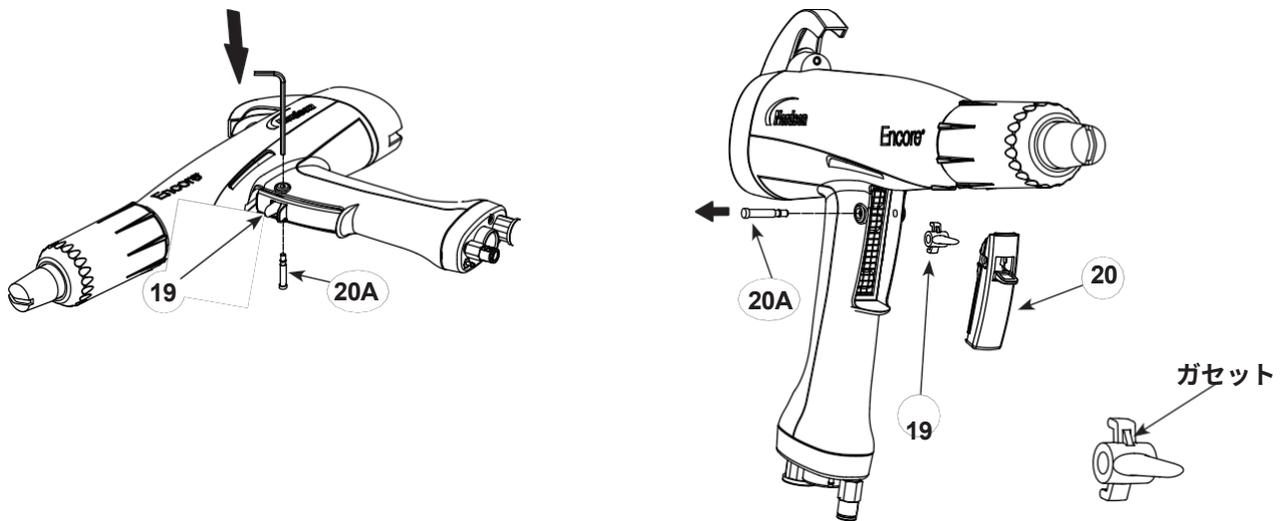

図 17 ハンドルからアクスルとトリガーを取り外す
3. 図17をご参照ください。スプレーガンを固い表面に置き、スプレーガンの小径のトリガー軸(20A)は上向きです。